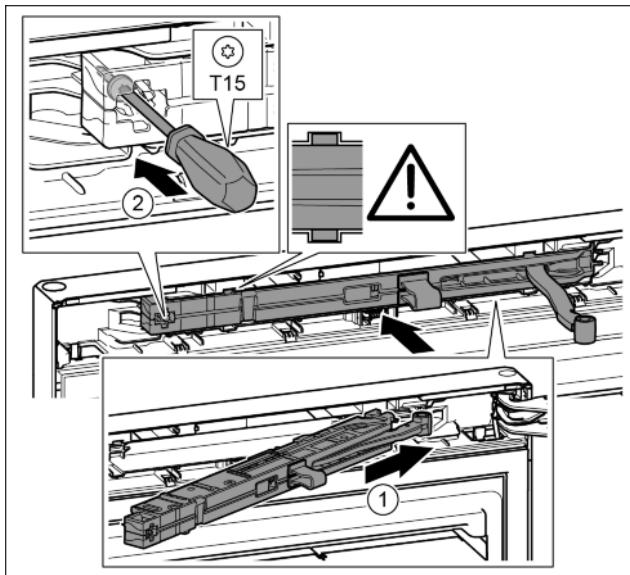

Fig. 22
- Вкарайте блока на затварящия демпфер от страната на лагерната стойка докрай под ъгъл в отвора. Fig. 22 (1)
- С отвертка T15 затегнете винта. Fig. 22 (2)